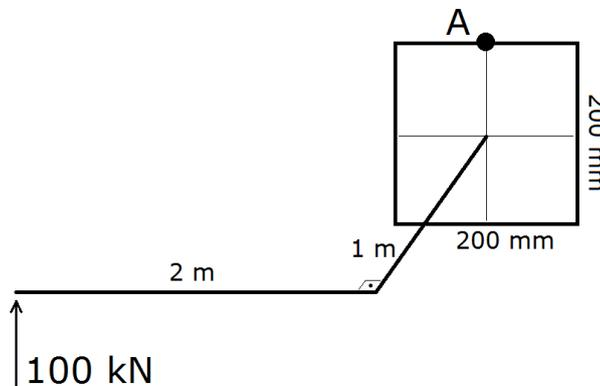

Figura 6
8. Verifique, pelo critério de Tresca, se o ponto A indicado na Figura 6 não ultrapassa  $150 \text{ MPa}$ .